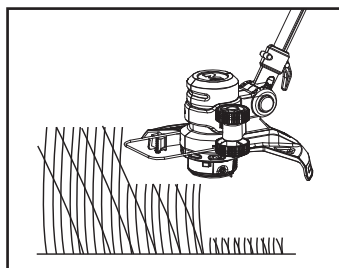

Rys. 17
6. Przesuwać urządzenie wolnym i regularnym ruchem od lewej do prawej, a następnie z powrotem do pozycji początkowej, po czym przejść do przycinania kolejnego obszaru (rys. 17).